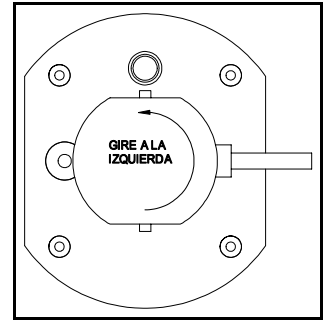

Figura 7
1. Gire el ensamblado del reactor Air+Health™ hacia la izquierda hasta que se detenga. (Consulte la figura 7.)
6. El cable de energía del ensamblado del reactor debe estar a un ángulo de 90° en relación a la mirilla de la base de montaje. (Consulte la figura 7.)